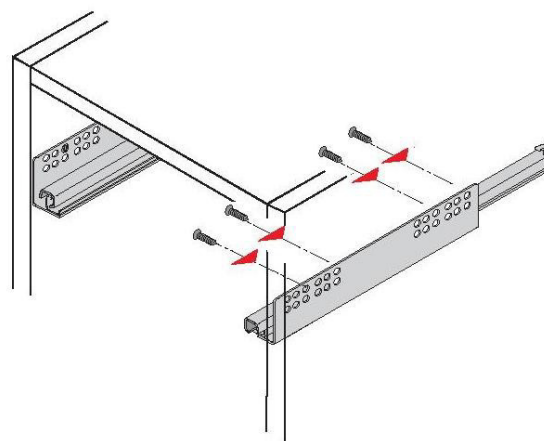

Рис. 2
3. На боковые стенки (30), (31), перегородки (36) шурупами 6,3x10,5 установить направляющие ящиков, при этом первое отверстие на боковой стенке совместить с третьим отверстием в верхнем ряду на направляющей (рис.2 и схема сборки). Также на боковые стенки (30), (31) и перегородку (35) в отверстия $d=5\text{мм}$ установить дюбели полкодержателей DU322 (короткие).
4. На горизонтальный щит (34) установить упор для дверей саморезами 3,5x16мм.
5. На боковые стенки (30), (31) и перегородку (35) установить планки петель - нижняя для петли Slide-On 3мм, верхняя - для петли с доводчиком (MP.302.H2).
6. На полки (39), (40) установить врезные полкодержатели.